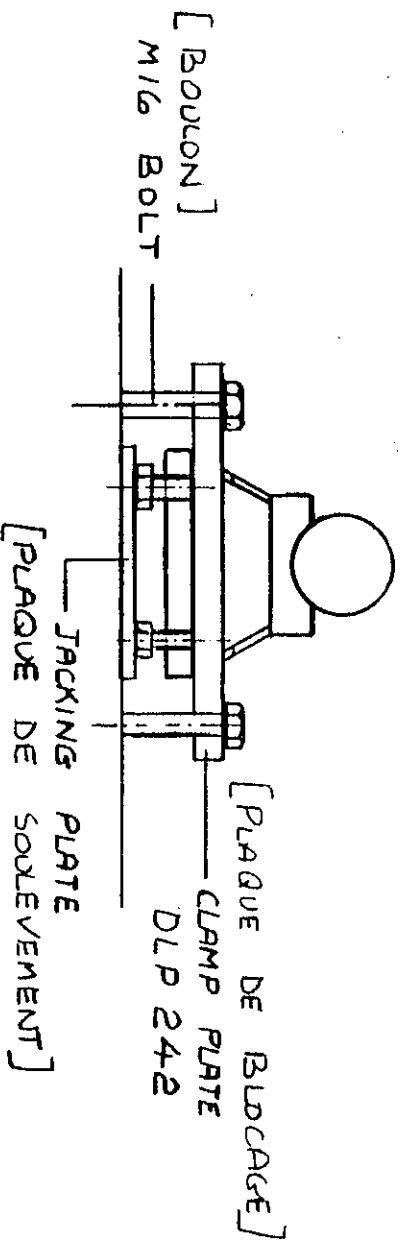

FIG 3
4. Monter les barres de serrage et effectuer les perçages pour les boulons à expansion M16. Voir figure 3.